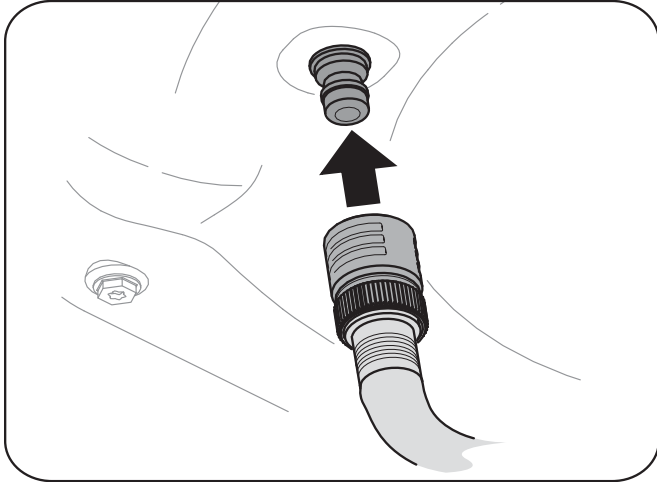

Figure 6-2
- Attachez le raccord pour boyau d'arrosage à l'orifice incorporé à la surface du plateau de coupe. Voir la Figure 6-2.